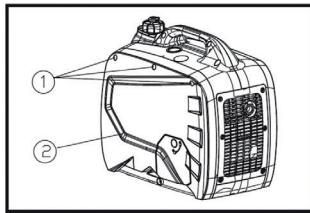
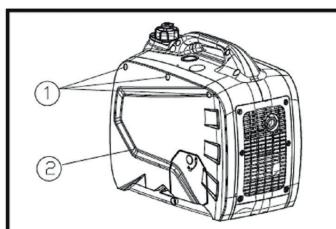

Рис. 19
Рис. 27
1. Отверните винты крепления 1 (рис. 19) и снимите боковую крышку корпуса (2).
2. Отверните винты крепления 1 (рис. 19) и снимите боковую крышу корпуса 2 (Рис. 27).